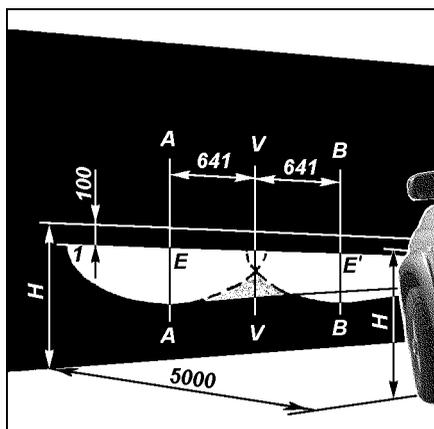

Рис. 9.34. Разметка экрана для регулировки противотуманных фар:
**Противотуманные фары.** Регулировка противотуманных фар осуществляется винтом 1 (рис. 9.33) при помощи ключа  $S=5$  или Torx T20. Установите фару в положение, при котором светотеневая граница совпадает с линией 1 (рис. 9.34).